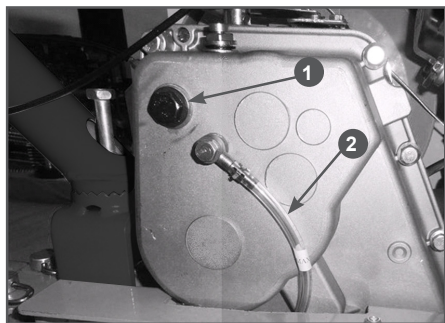

Рис. 13 Заправка масла в коробку передач
- Открутите пробку 1 маслосазивного отверстия. Пробка находится справа в верхней части корпуса коробки передач (Рис. 13).
- Уровень масла в коробке передач контролируется с помощью специальной трубки 2 (Рис. 13). На трубке нанесены две метки «MAX» и «MIN». Уровень масла в коробке передач должен быть по верхнюю метку «MAX» на трубке. При необходимости долейте масло до требуемого уровня.